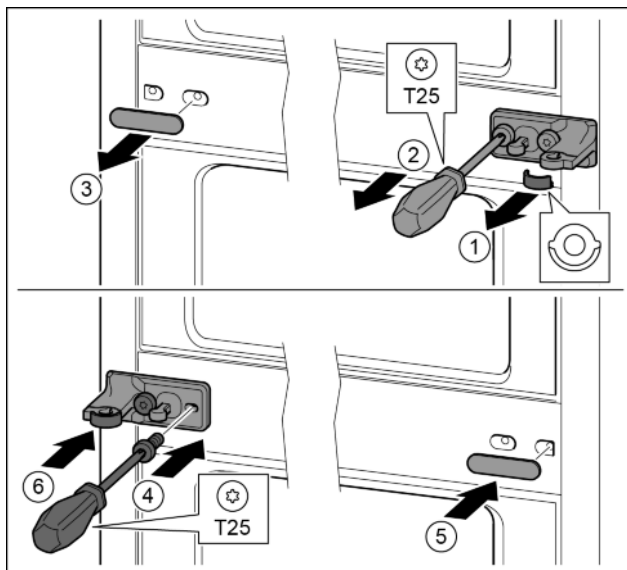

Fig. 13
- ▶ Зніміть перстину. Fig. 13 (1)
- ▶ Викрутіть гвинти за допомогою викрутки T25. Fig. 13 (2)
- ▶ Обережно зніміть кришку. Fig. 13 (3)
- ▶ Опорний кронштейн із плівкою, повернутий на 180°, закріпіть гвинтами з іншого боку. Fig. 13 (4)
- ▶ Почепіть кришку, що повернута на 180°, з іншого боку праворуч. Fig. 13 (5)
- ▶ Встановіть шайбу спереду. Fig. 13 (6)